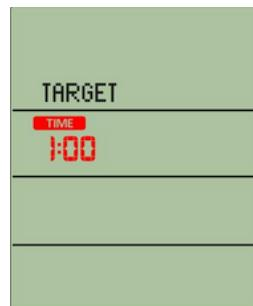

Figura 38
- a. Al presionar el botón TARGET TIME se accede a este modo. La matriz muestra 'TARGET' con iluminación constante (Figura 38).